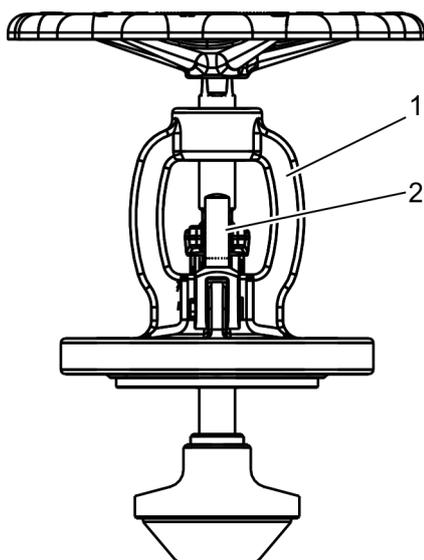

Fig. 28: Retrait du chapeau en étrier
11. ➤ Retirer du carter l'ensemble du chapeau en étrier (Fig. 28/1) avec la broche (Fig. 28/2) et la garniture d'étanchéité au moyen d'un engin de levage.